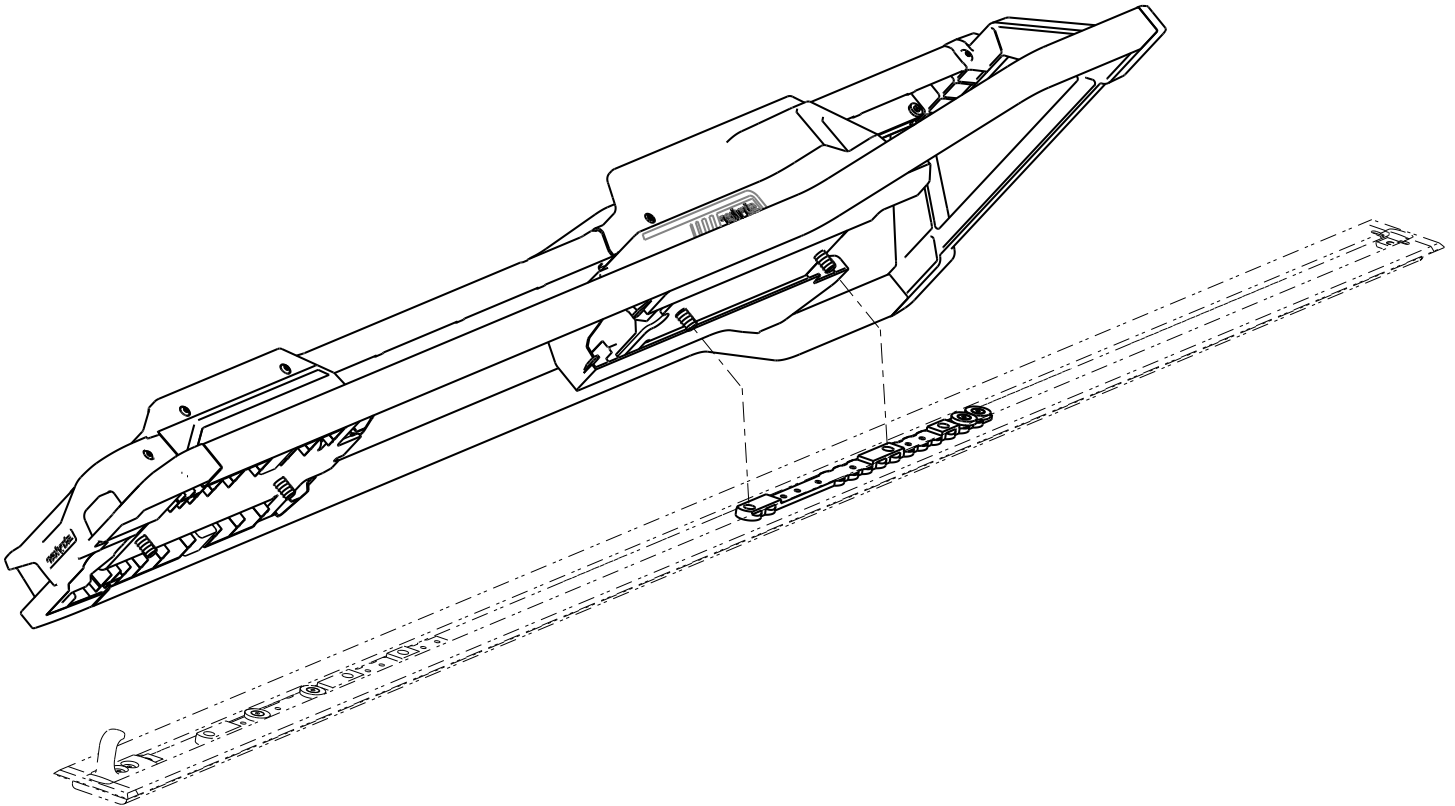

Figure 5 – Alignement du Performance-LOAD
1. Placer avec précaution le **Performance-LOAD** sur la plaque de plancher. Aligner les deux boulons côté tête sur les deux trous dans le crampon comme illustré sur la Figure 5.